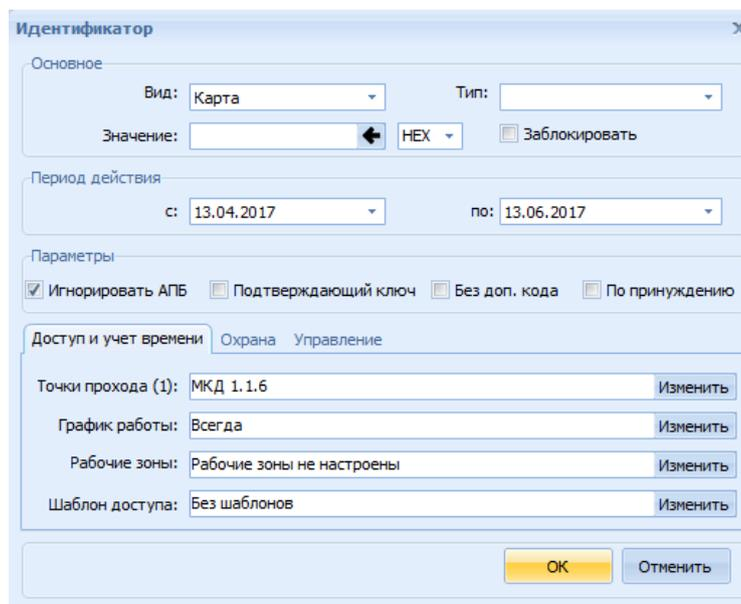

Рис. 37 Окно **Идентификатор**
6. В разделе **Идентификаторы** необходимо создать сотруднику идентификатор. Для этого с помощью кнопки  следует открыть окно **Идентификатор**, в котором заполнить предложенные поля, а затем нажать **Ок** (Рис. 37):